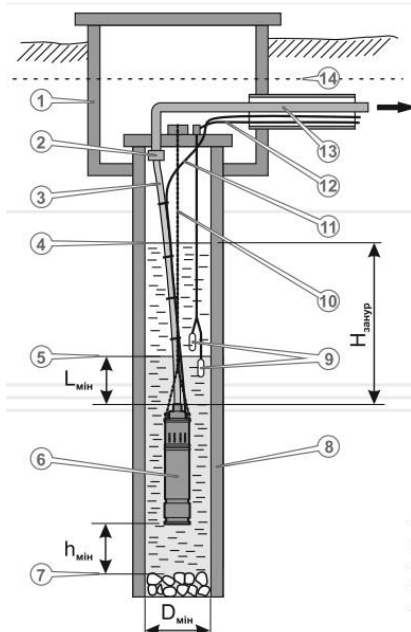

Рисунок 5. Схема монтажу насоса свердловинного.
5.2 Монтаж виробу (див. рис. 5).